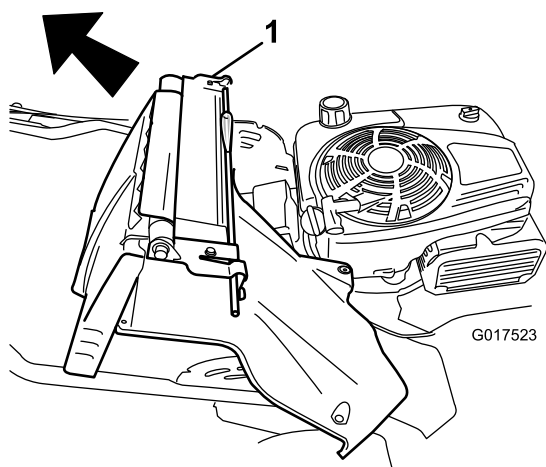

Figura 33
7. Retire la puerta trasera y la palanca de bloqueo del manillar (Figura 33).